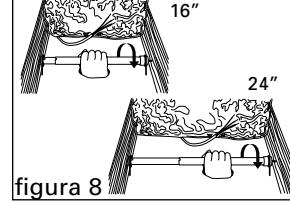

figura 8
- Deslide el tubo exterior (extremo "B") hacia la vigueta opuesta. Atornille el extremo "B" dentro de la vigueta hasta que este bien apretado bien a mano (figura 8). **No use alicate o llave.**